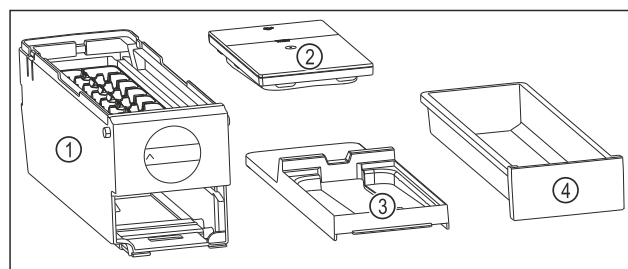

Fig. 145 Составные части EasyTwist-Ice
- EasyTwist-Ice разобран на четыре части. (см. Fig. 145)
представленные на рисунке. (см. Fig. 145)
- Очищайте корпус EasyTwist-Ice Fig. 145 (1) как цельное